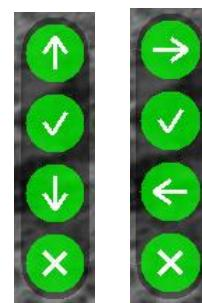

Рисунок 10 – Примеры индикатора назначения кнопок
- **Индикатор назначения кнопок** – индикатор, подсказывающий пользователю назначение каждой отдельной кнопки , , , , при выполнении какого-либо действия в выбранном режиме (см. рис. 10). Данный индикатор появляется **только** в случаях, предусмотренных в ПО (например, при вводе выверки прицельной сетки).